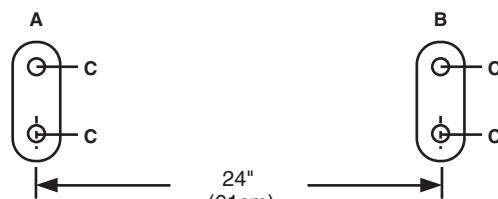

Figure 1
- Position one of the wall flanges (A) vertically on the wall at the desired height, using a level (to make sure that the wall flange is straight). Mark hole locations with nail or punch in centers of projecting fittings (C). (*see figure 1*)
- Position the other wall flange (B) vertically of the wall 24" from center to center of wall flange holes, on both (A) and (B) wall flanges. Use a level to make sure that the wall flange is straight and that both wall flanges align horizontally with each other. Mark holes locations with nail or punch in centers of projecting fittings (C).
- Mount wall flanges with #10 x 1 1/2" screws provided. Make sure that set screw holes on the projecting fittings (C) are facing down.
- Placer une des brides murales (A) verticalement. à la hauteur désirée sur le mur. Utiliser un niveau afin de placer la bride bien droite. Marquer l'emplacement des trous à l'aide d'un clou ou d'un pointeau, au centre des raccords saillants (C). (*voir la figure 1*)
- Placer l'autre bride murale (B) verticalement, en laissant un espace de 61 cm entre les centres des trous des brides A et B. Utiliser un niveau afin de placer la bride bien droite et d'aligner correctement les deux brides à l'horizontale. Marquer l'emplacement des trous à l'aide d'un clou ou d'un pointeau, au centre des raccords saillants (C). (*voir la figure 1*)
- Fixer les brides avec les vis n° 10 x 1,5 po fournies. S'assurer que les trous des vis des raccords saillants (C) sont orientés vers le bas.